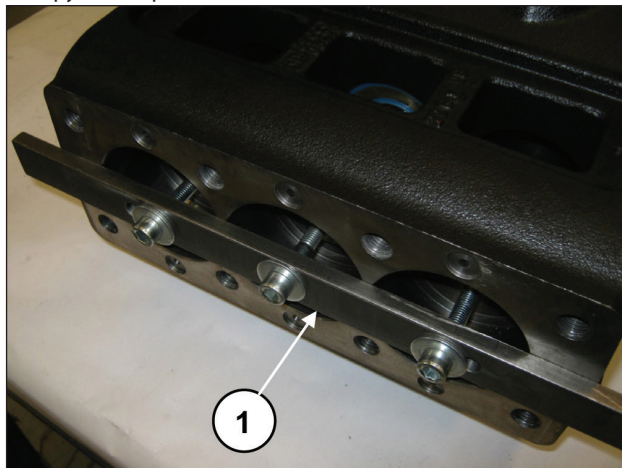

Рис. 19
Полностью продвиньте половинки подшипников в сторону гидравлической части, чтобы коленчатый вал мог выйти. Для упрощения этой операции используйте специальный инструмент (арт. 27566200), (поз. ①, Рис. 19).